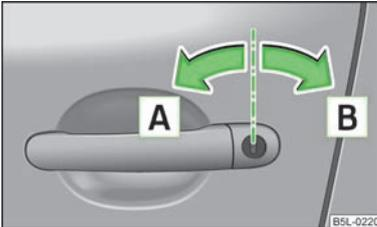

Abb. 11
- › Drehen Sie den Schlüssel im Schließzylinder der Fahrertür in die Fahrtrichtung (Entriegelungsstellung) **A** » Abb. 11.
- › Den Schlüssel im Schließzylinder der Fahrertür entgegen der Fahrtrichtung (Verriegelungsstellung) **B** drehen » Abb. 11.